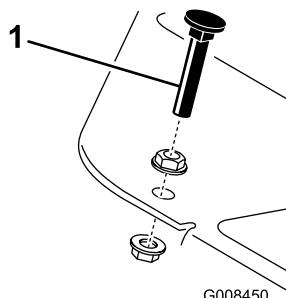

Figura 44
1. Afloje las contratuerzas con arandela prensada que fijan el tope del pedal a la chapa de suelo (Figura 44).